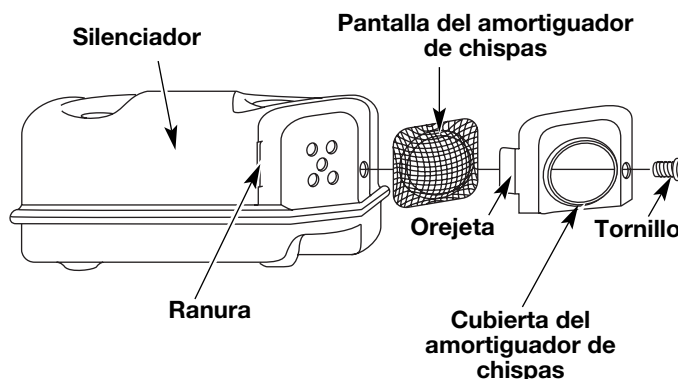

Fig. 43
2. Con un destornillador de vástago plano o broca Torx T20, saque el tornillo que conecta la cubierta del amortiguador de chispas al silenciador (Fig. 43).